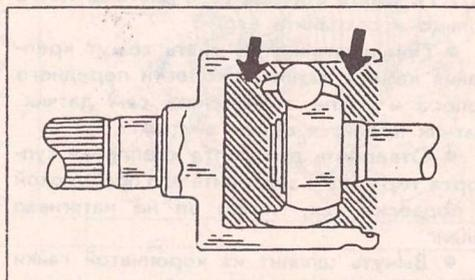

Рис. 194.
- Оставшуюся половину смазки ввести во внешний корпус. Смазка должна разместиться так, как показано на рис. 194.